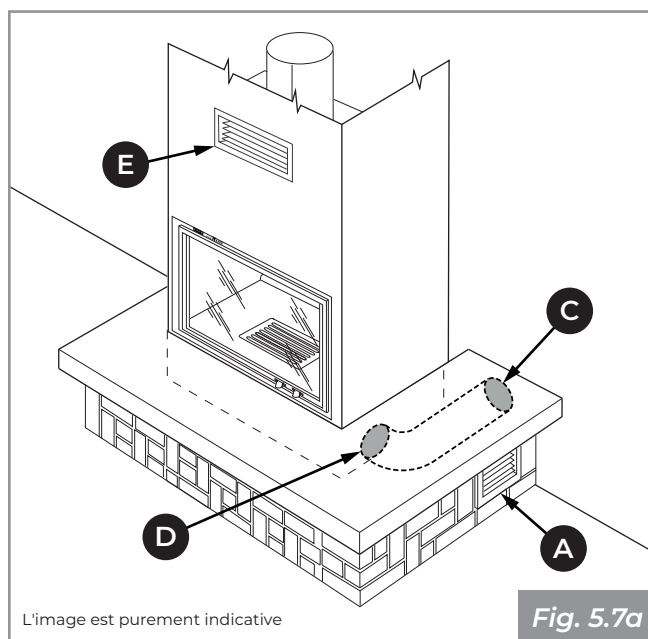

Fig. 5.7a
- **(Fig. 5.7a)** : prise d'air externe **(C)** canalisé jusqu'au foyer, avec grille inférieure fournie pour la recirculation de l'air ambiant **(A)** sur le côté du revêtement ;